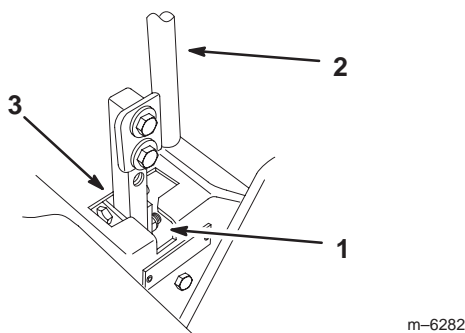

Figure 54
5. Vérifiez la position du levier par rapport au cran de la console (Fig. 54). Il doit être centré de façon à pouvoir pivoter vers l'extérieur jusqu'à la position de verrouillage du point mort.
- Appliquez une légère pression à l'arrière du levier, tournez la tête du boulon de réglage dans le sens voulu pour centrer le levier à la position de verrouillage du point mort (Fig. 54).